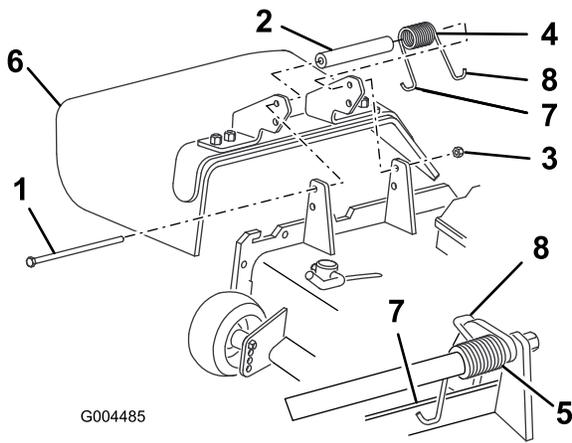

Bild 71
2. Entfernen Sie die Sicherungsmutter, Schraube, Feder und das Distanzstück, mit denen das Ablenkblech an den Drehhalterungen befestigt ist (Bild 71). Entfernen Sie defekte oder abgenutzte Ablenkbleche.
3. Legen Sie das Distanzstück und die Feder zwischen die Halterungen des Ersatzablenkleches (Bild 71). Setzen Sie das linke J-Hakenende der Feder hinter die Kante des Mähwerks.
Hinweis: Stellen Sie sicher, dass sich das linke J-Hakenende der Feder hinter der Mähwerkabdeckung befindet, bevor Sie die Schraube einführen, siehe Bild 71.
4. Setzen Sie die Schraube und Mutter ein. Führen Sie das rechte J-Hakenende der Feder um das Ablenklech (Bild 71).